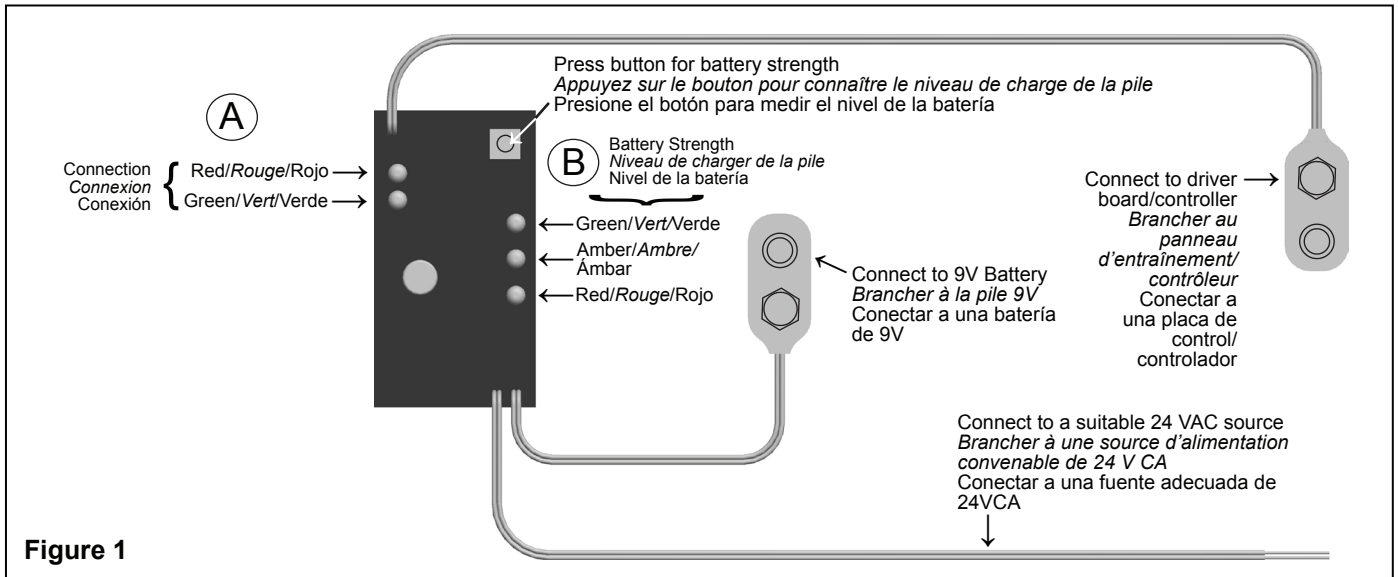

Figure 1
Note: If Red Light comes on at (A), (see Figure 1), then the wrong snap connector of (1) has been attached.
Remarque : Si le voyant rouge (A) s'allume (voir la figure 1), le mauvais connecteur à boutons-pression de (1) a été branché.
NOTE: If Red Light comes on at (A), (see Figure 1), then the wrong snap connector of (5) has been attached.
REMARQUE : Si le voyant rouge (A) s'allume (voir la figure 1), le mauvais connecteur à boutons-pression de (5) a été branché.*